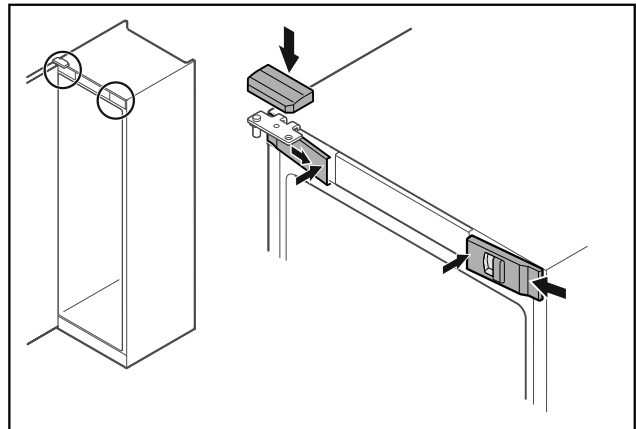

Fig. 46
- ▶ Закачете предните капаци Fig. 46 (1) отстрани и фиксирайте навътре.
- ▶ Фиксирайте горния капак Fig. 46 (2) отгоре.